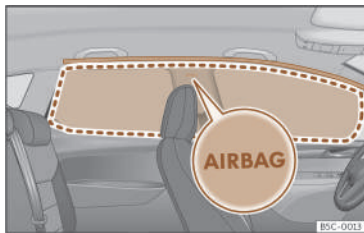

Fig. 32 Posizione degli airbag per la testa.
Gli airbag per la testa si trovano su entrambi i lati dell'abitacolo sopra le porte >>> fig. 32 e la loro posizione è contrassegnata dalla scritta "AIRBAG".
Quando si attiva, l'airbag per la testa occupa l'area contrassegnata (area di spiegamento) >>> fig. 32. Per questo motivo, non collocare mai o fissare oggetti in queste zone >>> △.
- Assicurarsi che i bambini siano seduti correttamente nei loro seggiolini e che non mettano la testa nell'area di apertura degli airbag per la testa >>> fig. 32, in quanto l'apertura degli airbag potrebbe causare gravi lesioni se ne venissero colpiti.